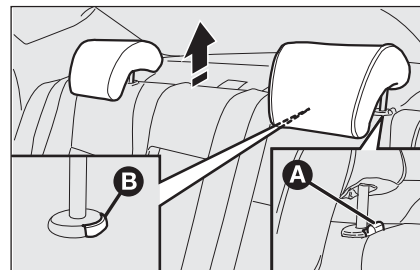

fig. 35
- ☐ premere i tasti **A** e **B**-fig. 35 (ubicati a lato dei due sostegni degli appoggiatesta) quindi rimuovere gli appoggiatesta sfilandoli verso l'alto.